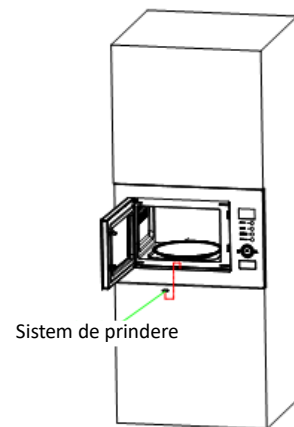

Fig. 6
f) Montați rama în orificiul pentru șurub, așa cum este indicat în Fig. 6